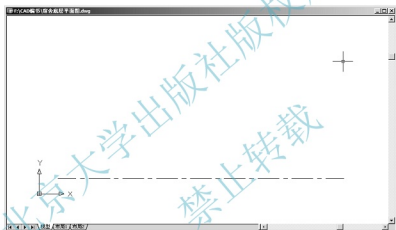

图 2.24 调整 A 轴线的位置
(4) 用【实时缩放】和【平移】命令将视图调至如图2.24所示的状态。